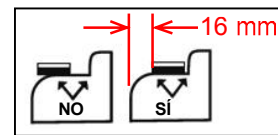

FIGURA 3
4. Levante cuidadosamente la placa del estribo (no toque el adhesivo expuesto) y alinee las piezas respecto a las posiciones de la cinta de carrocerero. No aplique presión hasta que la colocación sea satisfactoria. **ASEGÚRESE DE QUE EL BORDE DELANTERO DE LA PIEZA PERMANECE EN LA ZONA PLANA DE LA SUPERFICIE** (véase la figura 3).